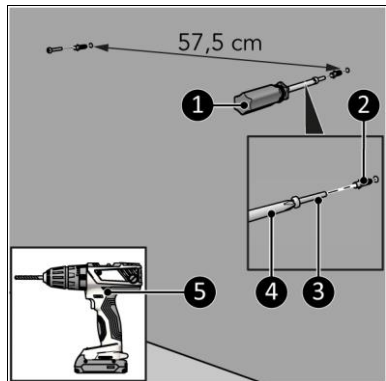

Abbildung 7
5. Setzen Sie die Dübel (Abbildung 7, Pos. 2) und die Schrauben (Abbildung 7, Pos. 3) ein.
6. Schrauben Sie sie mit einem Phillips Kreuzschlitzschraubendreher fest bis 10 mm Abstand zur Wand (Abbildung 7, Pos. 1).
9. Prüfen Sie, ob die Heizung fest sitzt. Ziehen Sie die Schrauben (Abbildung 7, Pos. 2) ggf. fester an die Wand.